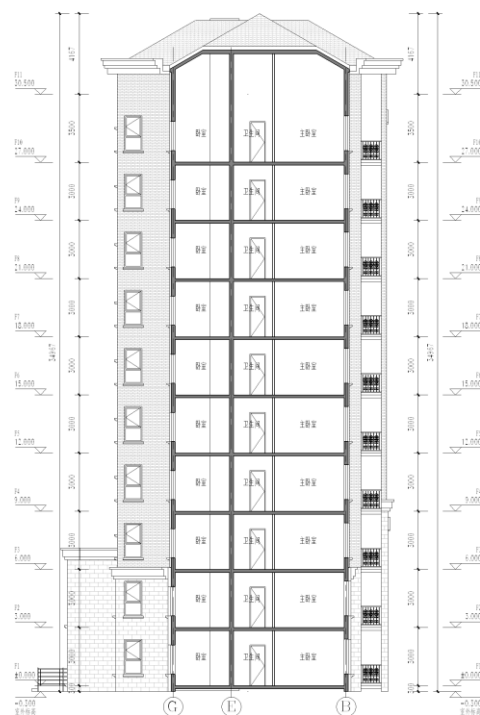

图 5-77
- 15) 单击“注释”选项卡>尺寸标注面板>对齐命令添加建筑总高度及层高尺寸，完成剖面图的制作，效果如图 5-77 所示。